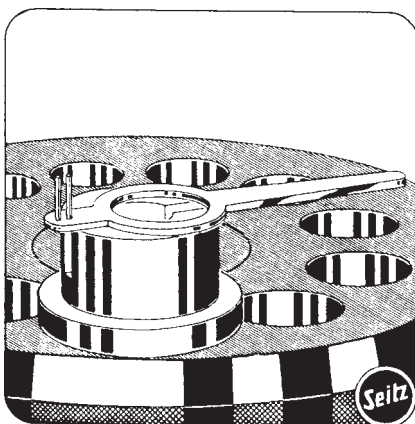

Abb. 107
a) Dient zum Ersetzen von Spiralstiften oder -schlüsseln bei R ckerzeigern (Abb. 107), wobei der Schl ssel im Einschnitt des Ambosses liegt und bei sicherer Auflage bearbeitet oder erneuert werden kann.